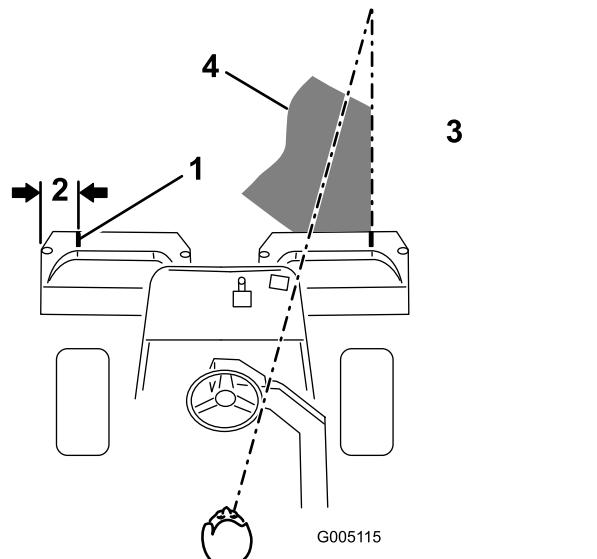
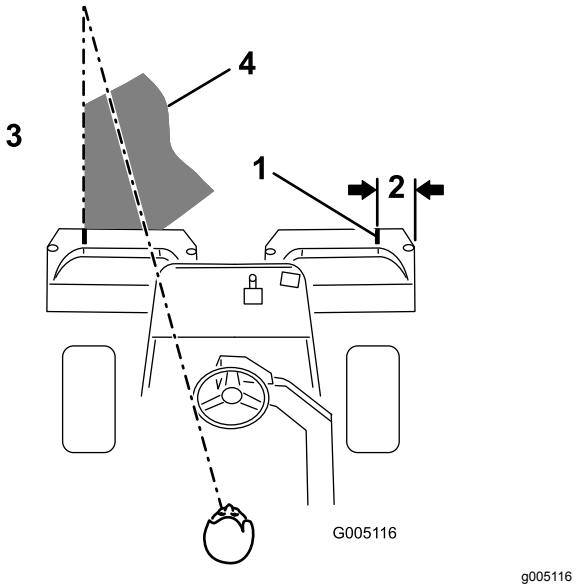

Figure 30
Figure 31
- Placez une bande de papier blanc ou un trait de peinture sur chaque bac parallèlement à son bord extérieur (Figure 30).
- Minimisez le chevauchement de la passe précédente lors de la passe de retour. Pour vous aider à conserver une ligne droite en travers du green et à maintenir la machine à égale distance du bord de la passe précédente, établissez une ligne de vision imaginaire à environ 1,8 à 3 m en avant de la machine jusqu'au bord de la partie non coupée du green (Figure 30 et Figure 31). Certaines personnes trouvent utile de faire passer la ligne de vision par le bord extérieur du volant, c.-à-d. de maintenir le bord du volant aligné avec un point se trouvant toujours à la même distance par rapport à l'avant de la machine (Figure 30 et Figure 31).